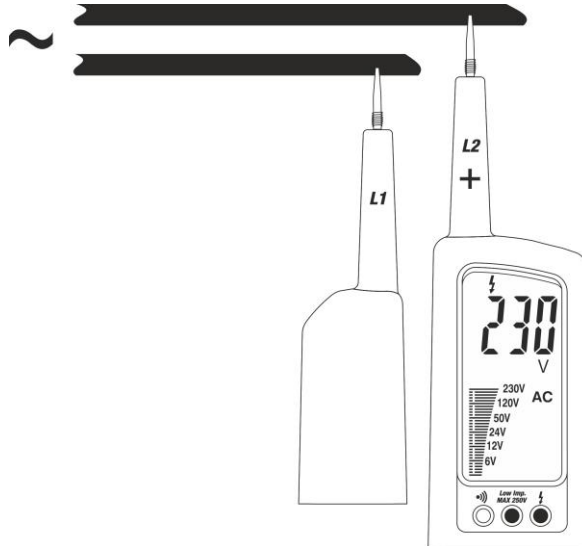

Fig. 4: Misura di Tensione AC con bassa impedenza
2. Collegare i puntali **L1** e **L2** alla sorgente in prova (vedere Fig.4). La misura è eseguita **solo con contatto dei puntali sulla parte metallica dei conduttori**